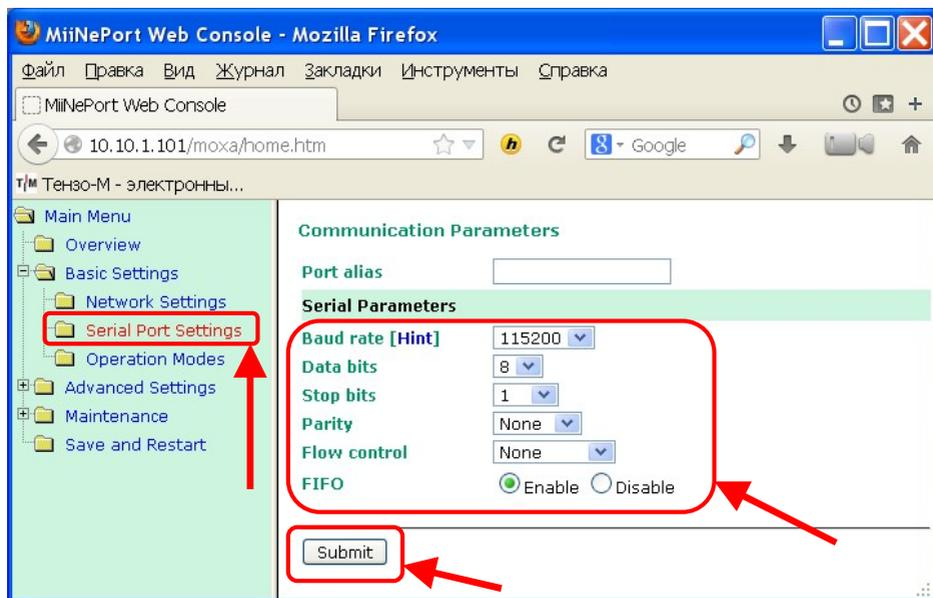

Рис. 17.12. Консоль управления **«MiiNePort Web Console»**, настройки последовательного порта.
17.13. Войдите в пункт меню **«Basic Settings\Serial Port Settings»** консоли управления **«MiiNePort Web Console»** (см. Рис. 17.12).
Настройки **«Data bits»** (количество битов данных в кадре), **«Stop bits»** (количество стоповых битов данных в кадре), **«Parity»** (контроль чётности), **«Flow control»** (контроль потока) и **«FIFO»** должны быть установлены так, как на Рис. 17.12.
17.14. После установки параметров последовательного порта нажмите на кнопку **«Submit»** («подтвердить», см. Рис. 17.12).